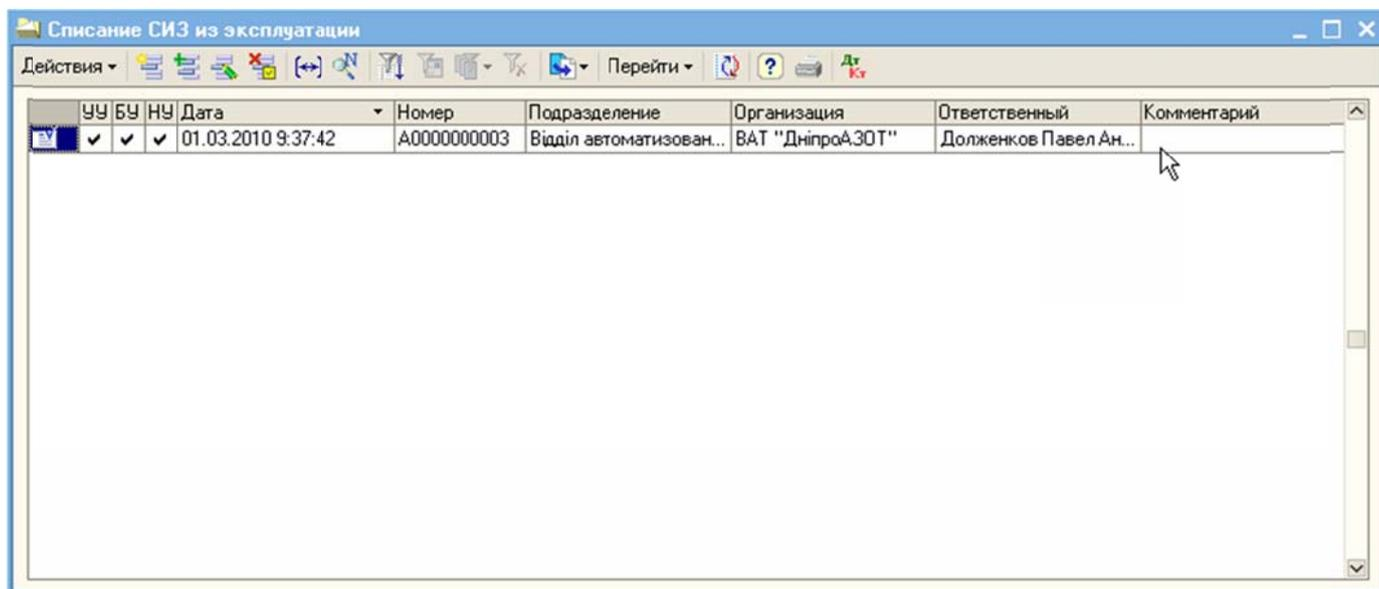

Рисунок 70 – Список документов «Списание СИЗ из эксплуатации»
1. Открыть список документов «Списание СИЗ из эксплуатации» (Рисунок 70), используя главное меню программного комплекса (Обеспечение -> Списание СИЗ из эксплуатации).